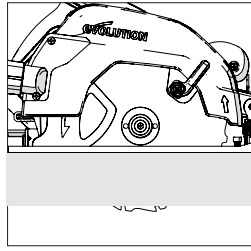

Fig. 12
- La mayoría de las veces, la profundidad de corte deberá configurarse al grosor del material que se va a cortar más la profundidad de medio diente de sierra (punta del diente a la raíz del diente). **(Fig. 12)**
(13) AJUSTE DEL ÁNGULO DE CORTE (BISEL)